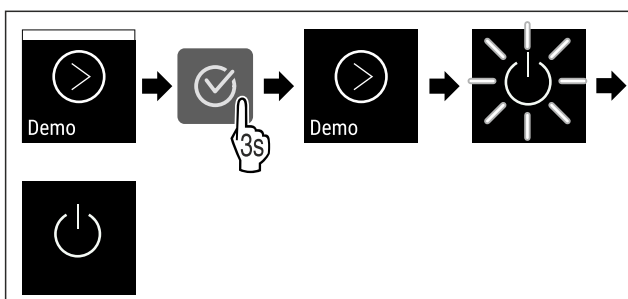

Fig. 101
- Handlungsschritte (siehe Fig. 101) durchführen.